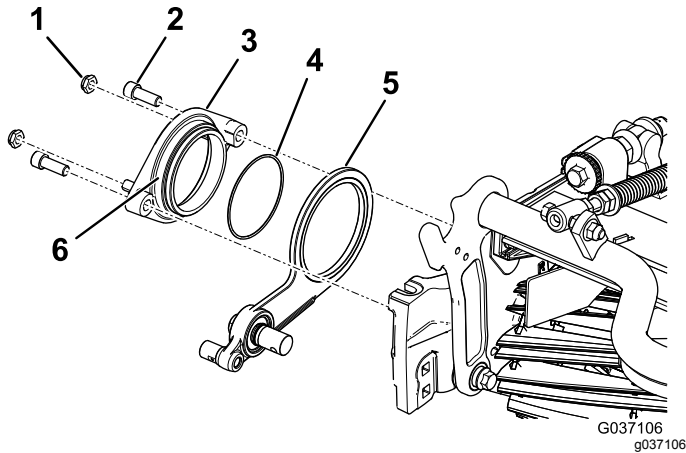

图10
3. 在枢轴轮毂组件外径上涂抹防粘剂图10。
4. 用 2 个内六角螺栓将枢轴轮毂固定到滚刀的怠轮总成上图10。
5. 将 2 个锁紧螺母松松地安装到枢轴轮毂上图10。